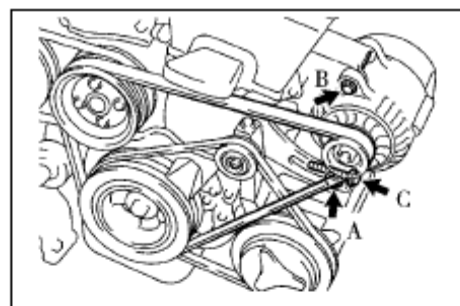

Рис. 27
1. Снимите ремень с генератора (см. Рис. 27).
8. Установите ремень на генератор (см. Рис. 27).